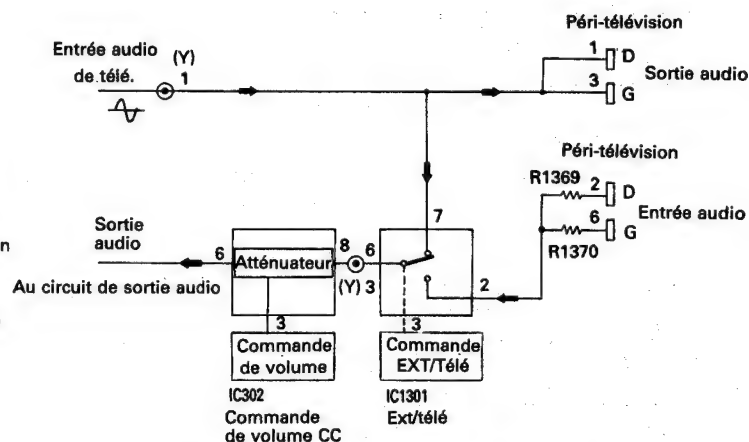

Figure 15. Diagramme du bloc du circuit audio EXT
**b) Section audio externe (Fig. 15)**